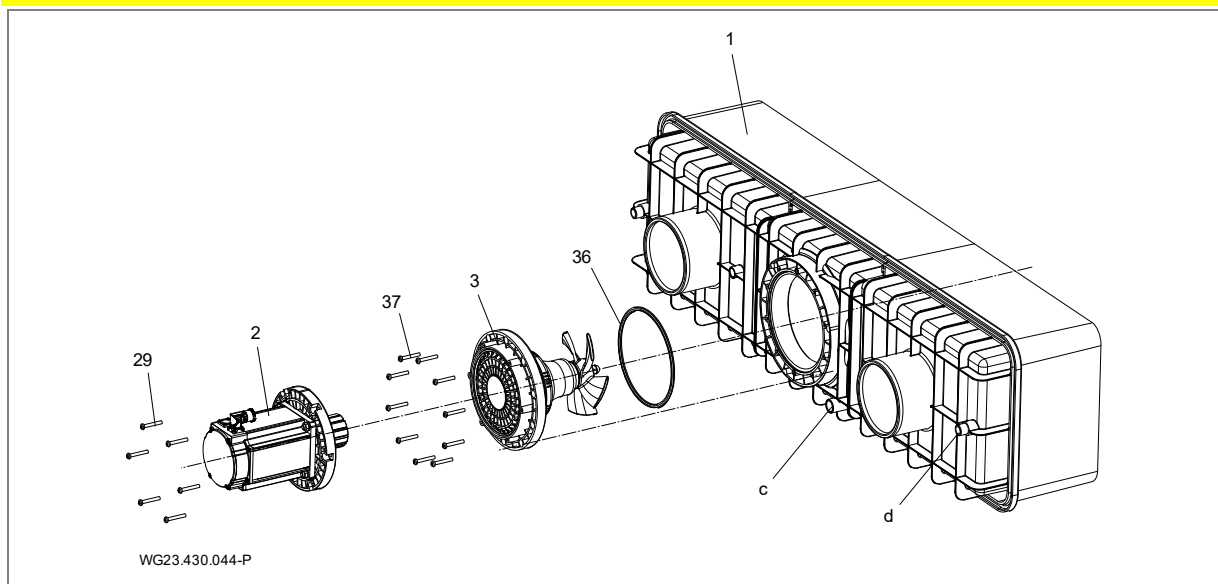

Fig. 16
1. Dégraisser la tubulure de raccordement (d, (Fig. 16)) sur le boîtier en plastique (1) et la douille de raccordement de la gaine de protection des câbles (12) avec un nettoyant pour PVC-U / ABS.
L'installation doit être montée dans un compartiment attenant au bord du bassin. Une aération et une ventilation irréprochables ainsi qu'un siphon de sol aux dimensions appropriées doivent être disponibles dans le local d'installation. Prévoir une possibilité de fixation pour le convertisseur de fréquence et l'armoire de distribution ainsi qu'une gaine de protection pour les câbles (si possible au-dessus du niveau de l'eau). Un raccordement pour une compensation de potentiel doit être disponible dans le compartiment. Voir "Fig. 16", page 22.